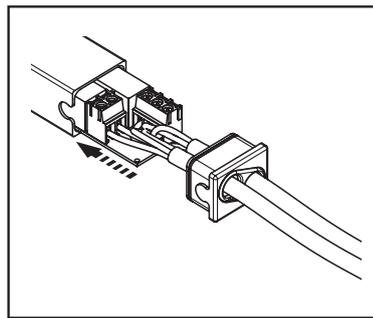

fig.6 Ligação dos fios aos terminais
7. Empurre a placa para o interior do contentor, certificando-se de que o comprimento descarnado do cabo está totalmente dentro do contentor (fig. 6).